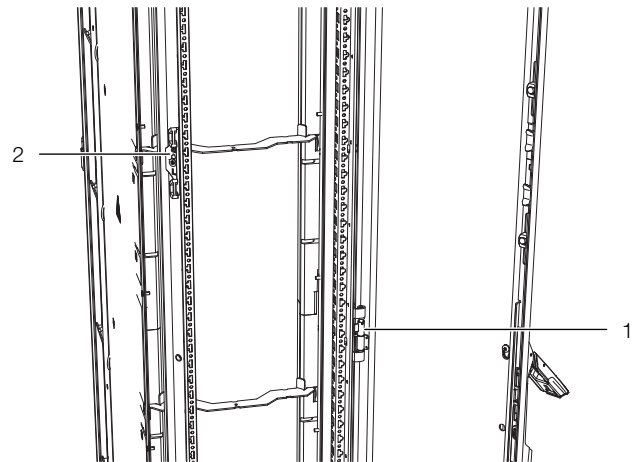

Abb. 35: Befestigungselemente am Liquid Cooling Package – Rückansicht
- Scharnierbolzenaufnahmen (Abb. 35, Pos. 1) sowie zugehörige Verschlusssteile (Abb. 35, Pos. 2) am LCP Inline demontieren und analog hinten am Adapter wieder montieren.